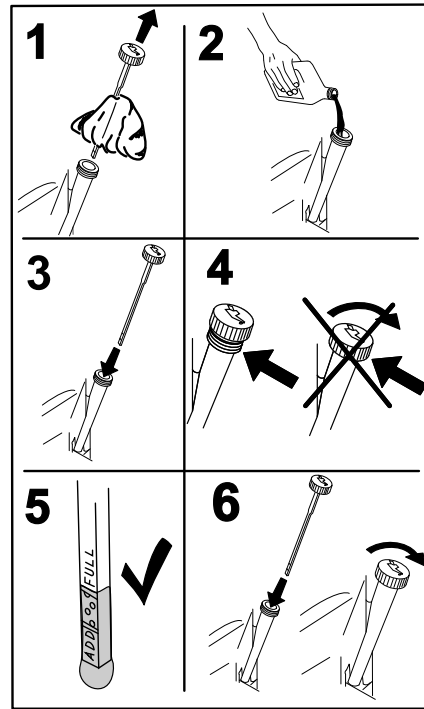

Figure 49
5. Versez lentement environ 80% de l'huile spécifiée dans le tube de remplissage puis faites l'appoint lentement jusqu'à ce que le niveau atteigne le repère du plein (**Full**) (Figure 49).